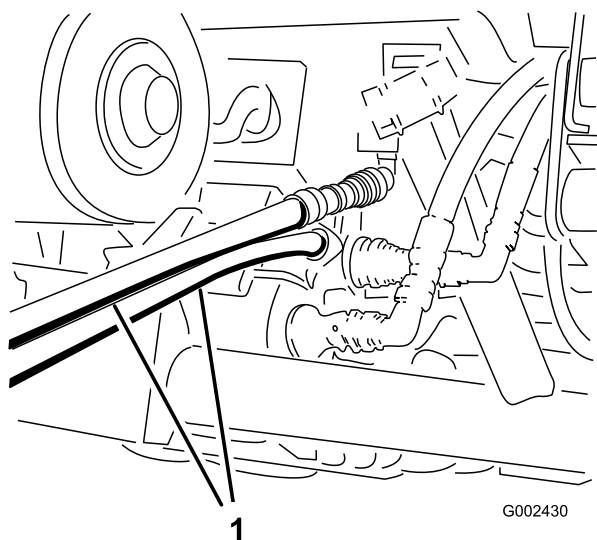

Figure 73
4. Sur l'autre véhicule, branchez les deux flexibles au raccord se trouvant encore dans le support. Raccordez le flexible supérieur au raccord supérieur et le flexible inférieur au raccord inférieur (Figure 73). Obtenez les deux raccords inutilisés.